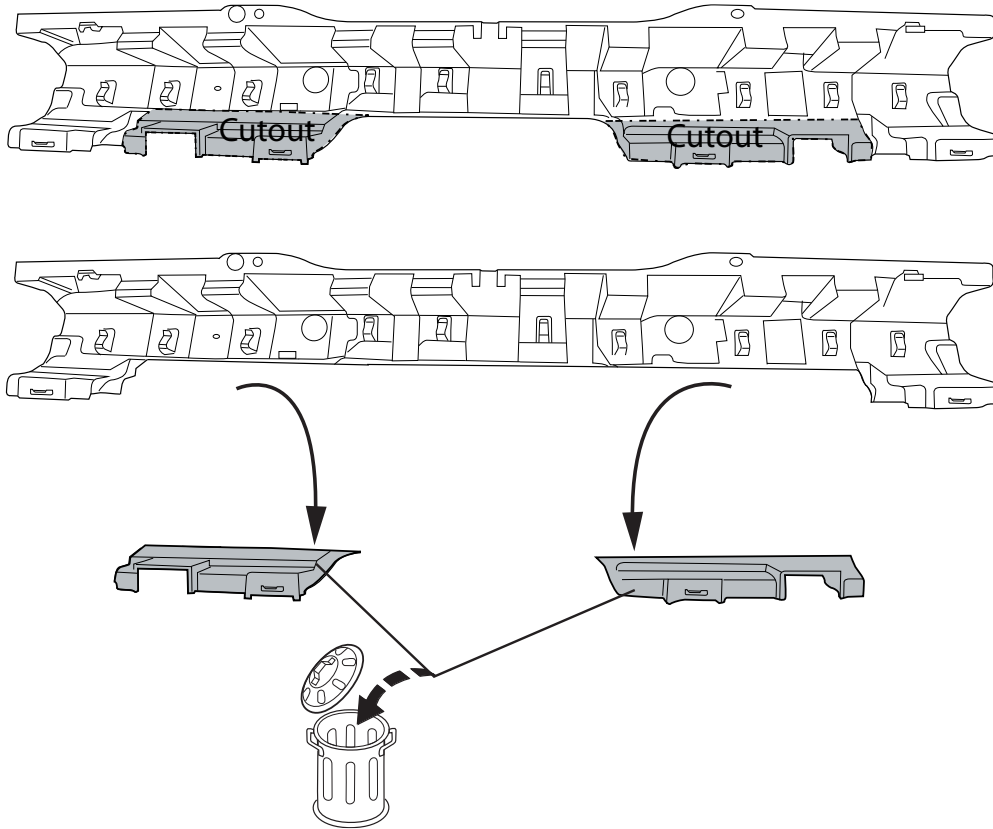

Fig. 2
4. **Для автомобилей Vito:** Вырезать указанные части из внутренней арматуры бампера, как указано на рис. 2.